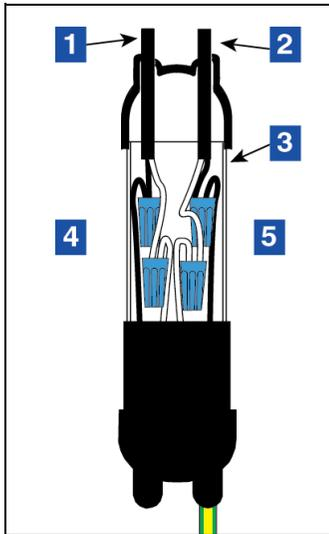

Figure 38. Épissures
- Réalisez les branchements aux quatre fils noir et blanc dans la protection contre les surtensions au moyen de capuchons de connexion, comme illustré à la Figure 38.
LÉGENDE DE LA FIGURE 38